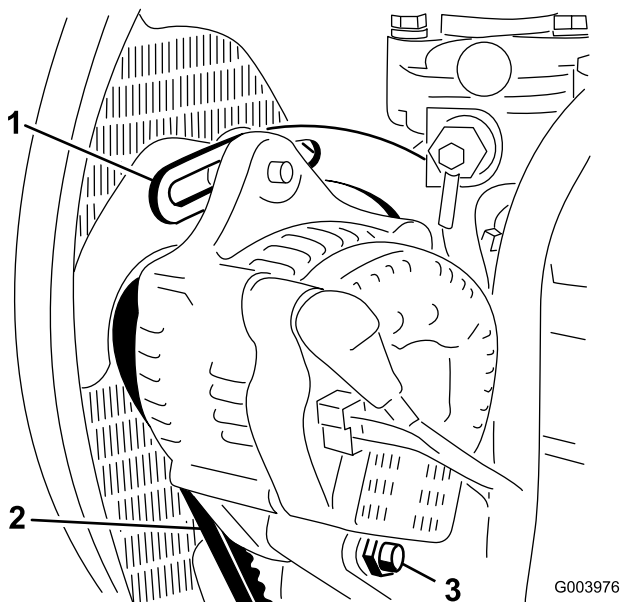

Figura 67
2. Controllate la tensione della cinghia dell'alternatore premendola (Figura 67) al centro tra le pulegge dell'alternatore e dell'albero a gomito con una forza di 10 kg.
3. Allentate il bullone che fissa il supporto al motore (Figura 67), il bullone che fissa l'alternatore al supporto ed il bullone di rotazione.